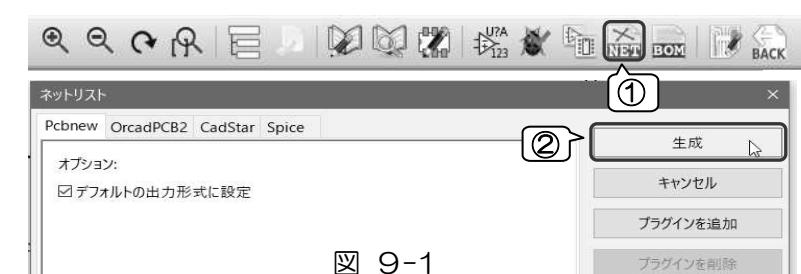

図 9-1
- ① 上ツールバー 「NET」 「ネットリストの生成」をクリックします。 図 9-1
- ② ネットリスト・ダイアログの[生成]をクリックします。